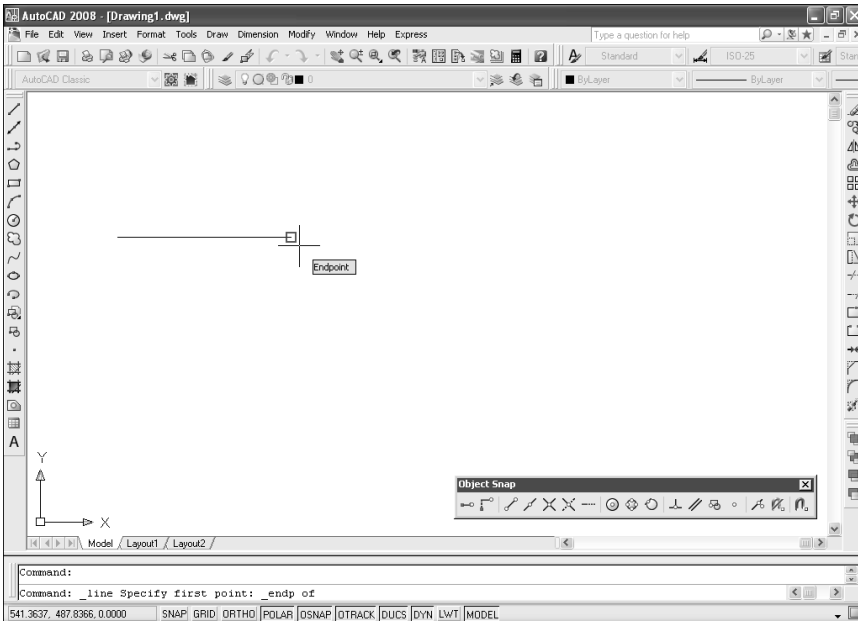

Рис. 2.2. При щелчке AutoCAD захватит координаты правой оконечной точки отрезка
Режим объектной привязки **Endpoint** (Конточка), который включается с помощью инструмента  **Snap to Endpoint** (Конточка), используется в тех случаях, когда нужно применить привязку к оконечной точке объекта. Как показано на рис. 2.2, для привязки к оконечной точке объекта достаточно подвести указатель-перекрестие в окрестность этой точки и, как только появится маркер объектной привязки, щелкнуть мышью. При срабатывании режима автопривязки AutoCAD захватывает координаты не той точки, на которой находился указатель-перекрестие в момент щелчка, а той, которая отмечена маркером автопривязки.
- введите в командном окне название режима объектной привязки в ответ на приглашение задать точку на чертеже. Например, для запуска режима **Endpoint** нужно ввести в командном окне команду **ENDP** (см. рис. 2.2–2.13).